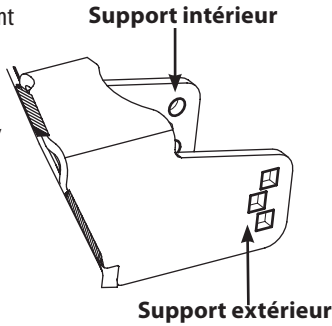

Figure 16
**NOTE :** Pour les roues antidébrayage latérales, le boulon doit être inséré à partir de l'extérieur de la tondeuse dans le trou carré du support. Pour la roue placée au centre du plateau (si présente), le boulon peut être installé à partir de la gauche ou de la droite. Voir Figure 16.